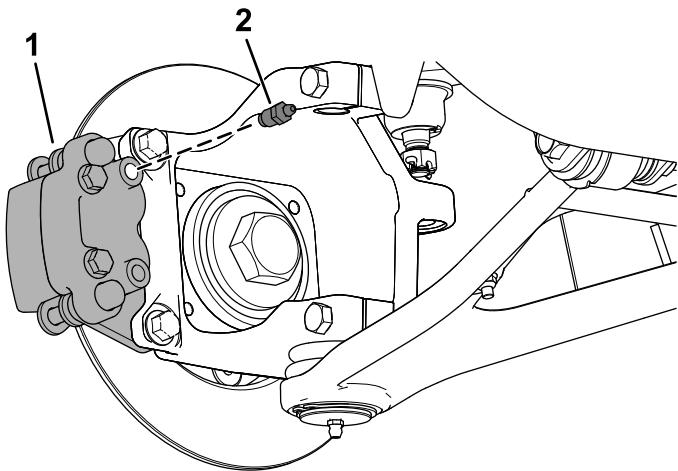

図 10
7. ブレーキキャリパーセンブリの上部にある穴にブリードねじを取り付ける図10。